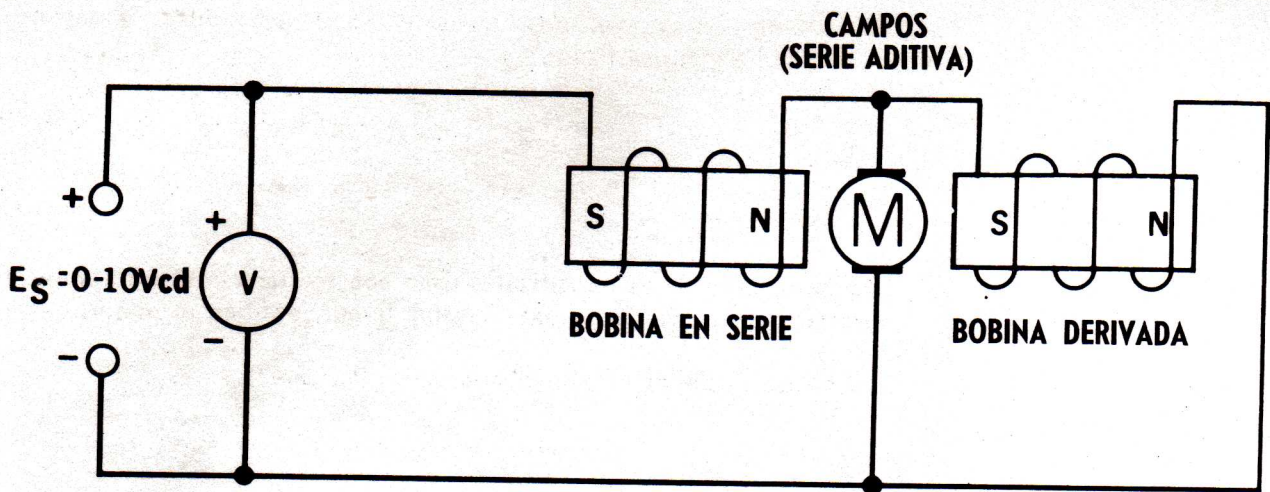

Fig. 42-2
11. Usando el motor armado descrito en el experimento 1, reconecte el circuito para hacer un motor combinado como el que se muestra en el esquema de la Fig. 42-2.